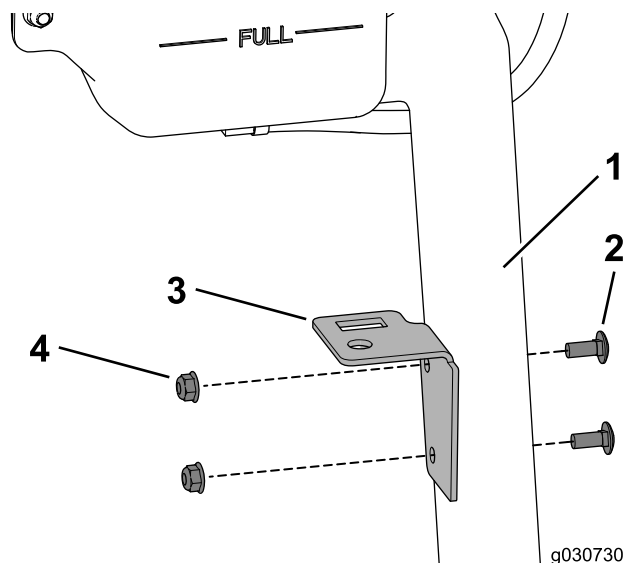

Рисунок 33
- Используйте два каретных болта (5/16 x 3/4 дюйма) и две фланцевые гайки (5/16 дюйма) для закрепления пластины бачка на опоре бачка охлаждающей жидкости (Рисунок 33).